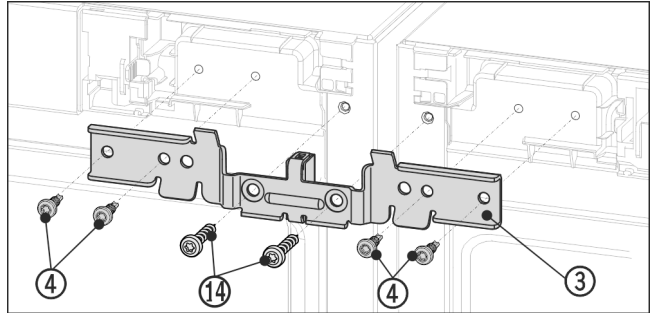

Fig. 13 Piemēra attēlojums
- ▶ Iebīdīet leņķi Fig. 13 (3) ar spraisli starp ierīcēm un uzbīdīet uz tapām. Valīgi pieskrūvējiet leņķi ar četrām skrūvēm Fig. 13 (4) un iepriekš izskrūvētajām zemējuma skrūvēm Fig. 13 (14) pārmaiņus labajā un kreisajā pusē.